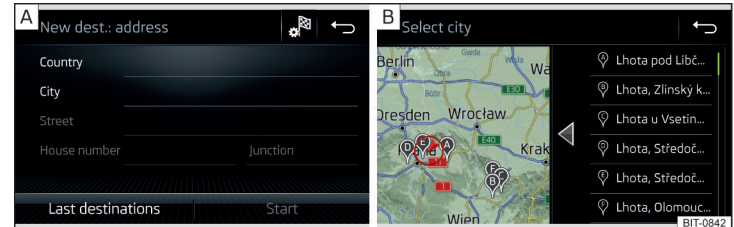

Abb. 213 Ziel über die Adresse eingeben: Hauptmenü / Liste der aufgesuchten Orte
- Die Zieladresse eingeben und anschließend bestätigen » Abb. 213 - **A**.
In Abhängigkeit von der Anzahl der aufgesuchten Orte kann automatisch eine Karte mit einer Liste der aufgesuchten Orte angezeigt werden » Abb. 213 - **B**.